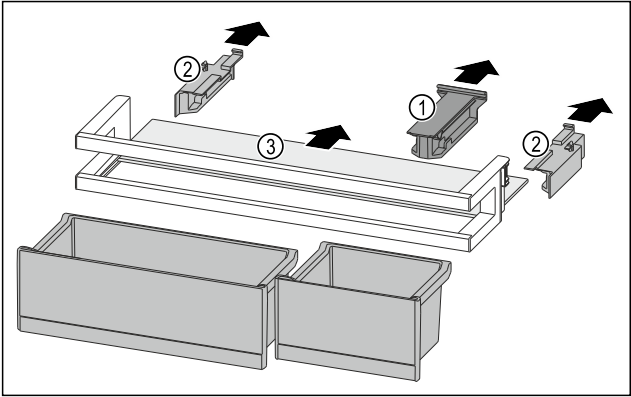

Fig. 140
- ▶ 拉出定位件 Fig. 140 (1)。
- ▶ 拉出侧面部分 Fig. 140 (2)。
- ▶ 取出搁板 Fig. 140 (3)。